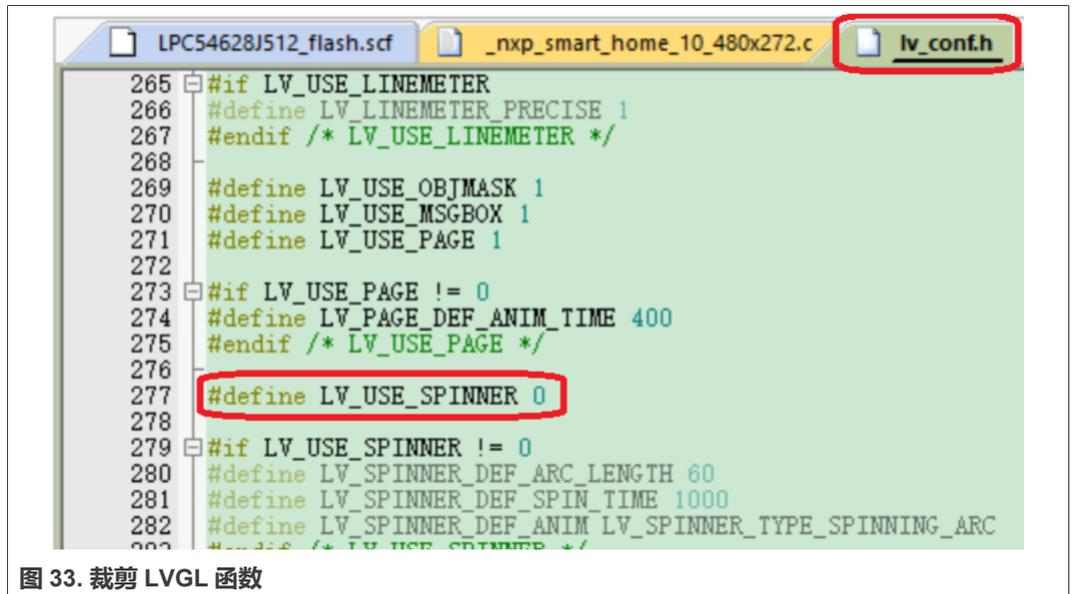

图 33. 裁剪 LVGL 函数
- 裁剪名为 `lv_conf.h` 的 LVGL 配置文件，请勿编译未使用的构件的代码。例如，智能家居不使用 Spinner 构件。将宏 `LV_USE_SPINNER` 配置为 0，如图 33 所示。